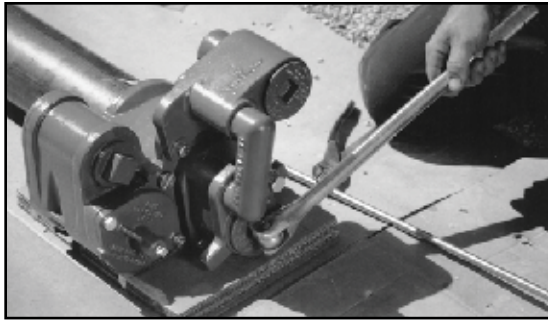

Figura 13: Apriete la tapa de la cabeza de descarga
25. Apriete la tapa de la cabeza de descarga (del paquete de piezas p/n 400301907) utilizando un trinquete de 3/4 de pulgadas o una barra interruptora (Figura 13).